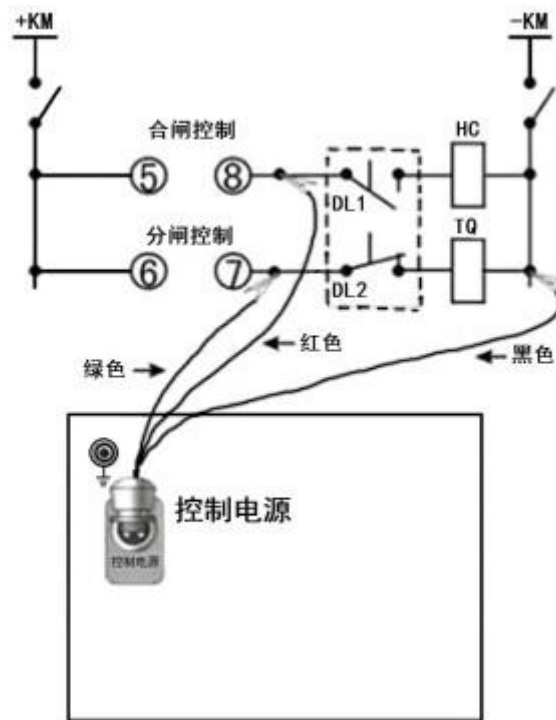

图12 分合闸控制线接线图
(1) 分合闸控制电源由 ED0301H 高压开关动特性测试仪内部提供时，断开被测开关控制箱内的控制电源(通常是将控制箱内控制电源与控制母线相连的保险拔掉),但不能切断开关机构的储能电源，然后再按图12所示接线。
1. 现场合、分闸控制接线不正确或控制回路存在问题 解决方法：找到现场控制柜的控制接线图，询问相关保护专业人员，分别找出合、分闸线圈和开关辅助接点，参见本说明书图 12 控制接线图及说明重新接线。检查控制回路，保证回路畅通。